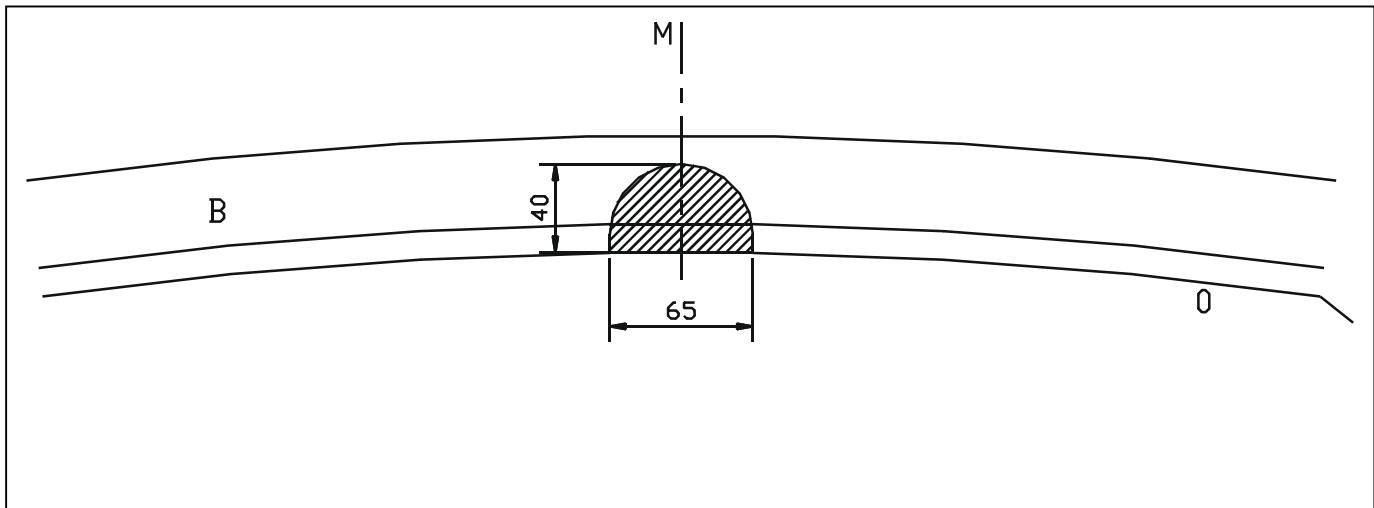

Fig.1
2. Schuif de trekhaak met de draagarmen in de vrijgekomen chassisopeningen, de punten (A) komen te passen met de voorziene boringen aan de buitenzijde van de chassis, breng bouten en rondsels in span degelijk vast (zie aanhaalmomenten).
3. Maak in de onderzijde van de bumper eeninsnijding volgens bijgevoegde tekening (zie fig.1), montereer de bumper terug op het voertuig.
2. Glisser l'attelage avec les bras-porteurs dans les ouvertures du châssis qui viennent d'être dégagés, les points (A) s'accordent avec les forages prévus au côté extérieur du châssis. Insérer les boulons et les pignons et bien serrer le tout (cfr. tension).
3. Faire une découpe du côté inférieur du pare-chocs selon dessin 1 (fig. 1), remonter le pare-chocs sur le véhicule.
2. Shove the towbar with the supporting arms in the liberated holes of the chassis beam. Points (A) fit the liberated holes on the outside of the chassis, insert the bolts and washers and tighten everything firmly (see tension).
3. Make an incision in the underside of the bumper according to figure 1, reassemble the bumper on the vehicle.